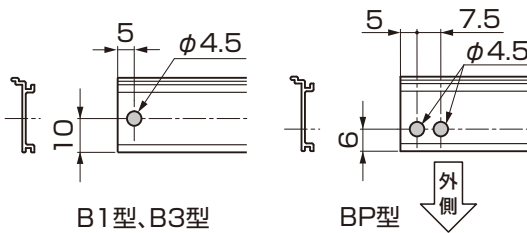

図4-2 上下枠の加工
- B1型、B3型、BP型、LP型の上下枠には加工が必要です。(図4-2参照)
② 横板フェンスは、縦棧を切断した端部個所に取付け直してください。